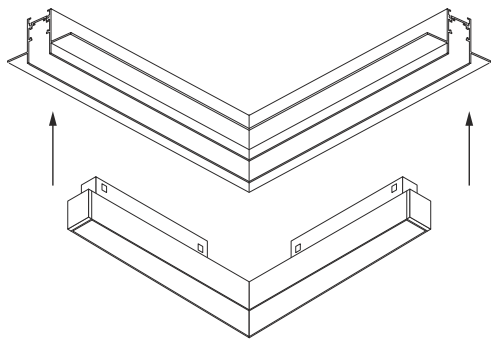

Рис. 2. Установка светильника
- 3.1. Установите светильник в необходимом месте шинопровода, как показано на рис. 2.